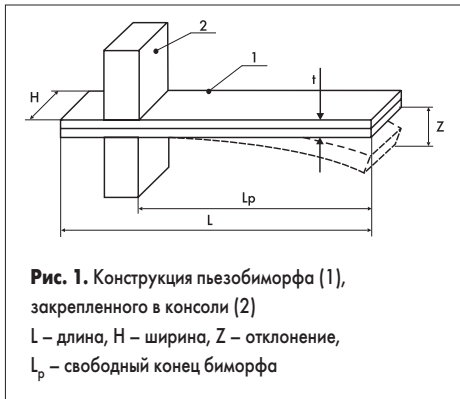

Рис. 1. Конструкция пьезобиморфа (1), закрепленного в консоли (2)
Обычно биморфы монтируются в виде консоли (рис. 1), стандартная свободная длина Lp составляет примерно 85% от общей длины (L).
Технические характеристики биморфа могут быть определены с точностью в пределах 20% по формулам, приведенным в таблице 1 для стандартной конструкции пьезобиморфа (рис. 1).